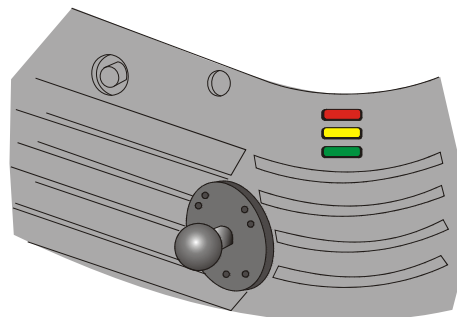

图 7-1 投影机状态 LED
- 检查投影机后角上 LED 的状态。（图 7-1）。如果没有任何活动，请参阅 #3。